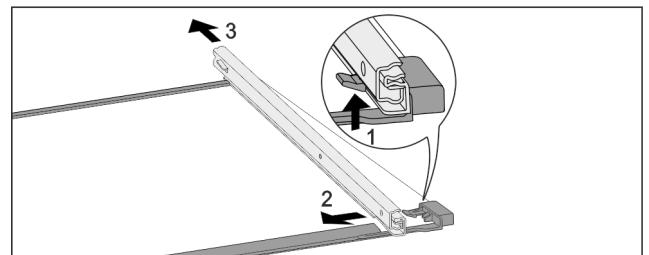

Fig. 107 Glasplatte mit Schienen
- Vorderen Rasthaken nach oben drücken. Fig. 107 (1)
- Auszugsschiene zur Seite Fig. 107 (2) und nach hinten Fig. 107 (3) wegschieben.